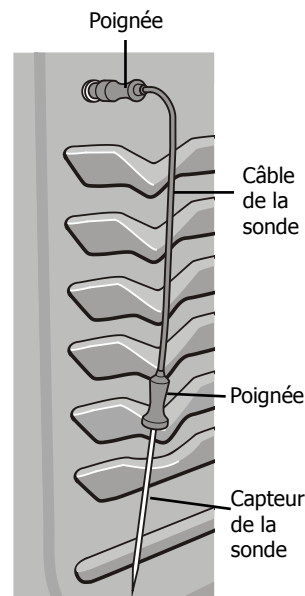

Fig. 2
- Pour éviter d'endommager la sonde, **n'utilisez pas** d'ustensiles tels que des pinces de cuisine pour tirer sur le câble ou les poignées de la sonde. En tout temps, insérez et retirez la sonde à l'aide des ses poignées (fig. 2) et utilisez toujours des maniques pour vous protéger les mains contre les brûlures.